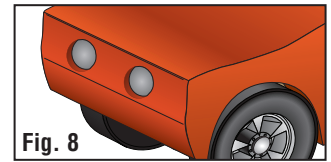

Fig. 8
- Install weights as far to the rear of the car as possible and verify center of gravity is approximately 3/4" in front of rear axle (Fig. 8). Adjust weights, if necessary.
- Installer poids dans la mesure à l'arrière de la voiture que possible et vérifier centre de gravité est d'environ 2 cm à l'avant de l'essieu arrière (Fig. 8). Ajuster les poids, si nécessaire.